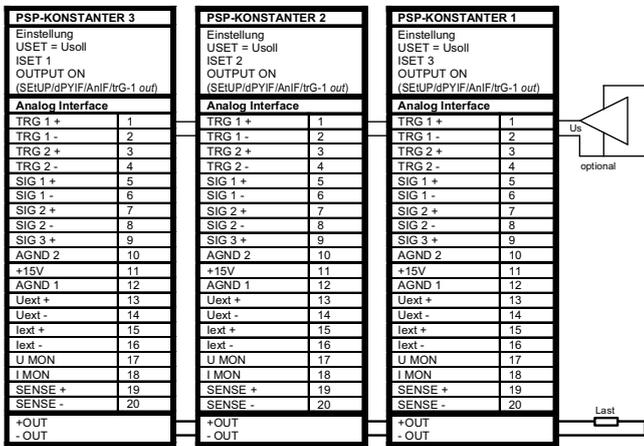

Bild 7.9.1a Verdrahtung für direkte Parallelschaltung.
- Durch Parallelschaltung (Bild 7.9.1a, optionale Verbindung) oder Reihenschaltung der Trigger-Eingänge (Einstellung „SETUP/dPYIF/AnI/trG-1 out“) können Sie die Ausgänge gemeinsam ein- und ausschalten.